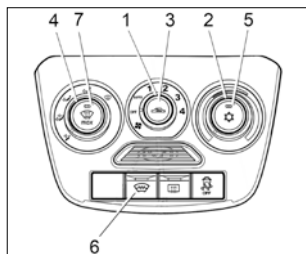

Рис. 39. Блок управления климатической системой (в вариантном исполнении)
2. Включите вентилятор, установив **рукоятку 1** (см. рис. 39) в одно из положений «1», «2», «3» или «4».
Для установки желаемой температуры воздуха в салоне поверните **рукоятку 2** (см. рис. 39) по часовой стрелке для повышения, против часовой стрелки для понижения. Температура будет поддерживаться автоматически в пределах производительности климатической установки и установленного допуска.
2. Поверните **рукоятку 2** (см. рис. 39) против часовой стрелки в левое положение до упора (синяя точка на блоке управления).
4. **Рукояткой 1** (см. рис. 39) включите максимальную скорость вентилятора климатической установки (положение «4»).
С помощью **рукоятки 2** (см. рис. 39) можно установить желаемую температуру воздуха в салоне. Климатическая система будет автоматически поддерживать установленную температуру воздуха в салоне в пределах производительности климатической установки и установленного допуска.
Для очистки ветрового и передних боковых стекол от запотевания, обмерзания или наружного обледенения в автоматическом режиме установите **рукоятку 1** управления вентилятором климатической системы в положение «**AUTO**», нажмите **кнопку 7** (см. рис. 39) с символом . Климатическая система автоматически:
Для включения/выключения ЭОВС нажмите **кнопку 6** (см. рис. 39), при включении загорается индикатор на кнопке выключателя. Контрольный световой индикатор, расположенный на кнопке выключателя, будет светиться желтым светом в течение всего времени работы системы электро-